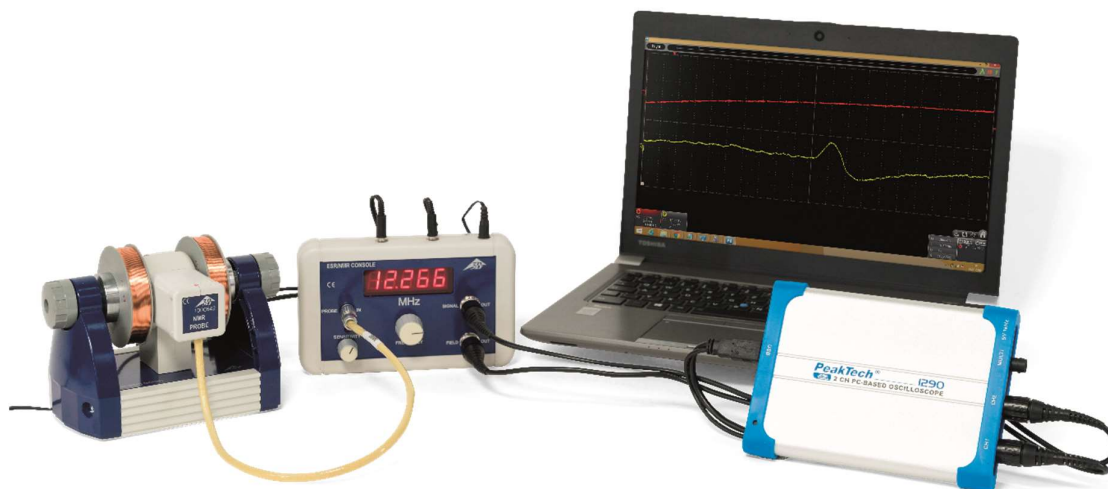

Fig. 3 Configurazione dell'esperimento NMR con un oscilloscopio per PC
- Collegare l'uscita "SIGNAL OUT" della console di comando al canale 1 dell'oscilloscopio e l'uscita "FIELD OUT" al canale 2 (vedi fig. 3).